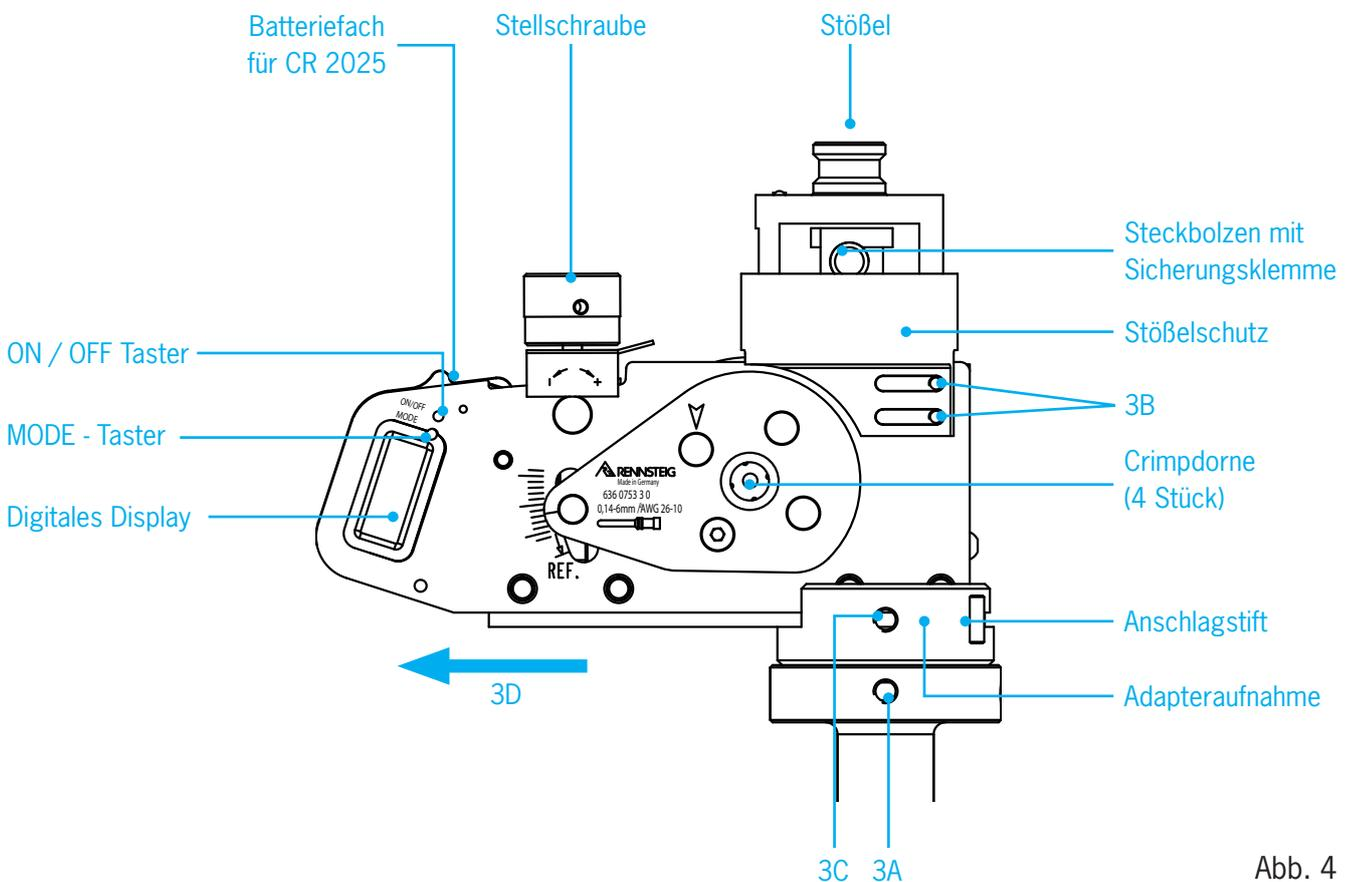

Abb. 4
- Über Stellschraube (**Abb. 4**) größte Crimptiefe (8.76: 3,10 mm; 8.75: 2,70 mm; 8.73 / 8.72: 2,20 mm) an der Crimpeinheit einstellen (Ablese am Display).
- Sicherungsklemme lösen und Steckbolzen (**Abb. 4**) aus dem Stößel heraus schrauben und entnehmen.
- Adapteraufnahme (**Abb. 4 / 3A**) mit Innensechskantschlüssel SW 2,5 lösen und Vierdorneinheit um 90° nach vorn schwenken (Stellschraube zeigt zum Bediener).
- Stößelschutz mit Innensechskantschraubendreher SW 2,5 (**Abb. 4 / 3B**) beidseitig lösen, er muss sich bewegen lassen.
- Vierdorncrimpeinheit durch Lösen der Klemmschrauben (**Abb. 4 / 3C**) mit Innensechskantschraubendreher SW 2,5 in Pfeilrichtung (**Abb. 4 / 3D**) aus der Adapteraufnahme heraus ziehen.
Vierdorncrimpeinheit immer bis zum Anschlagstift (Abb. 4**) einschieben und fixieren.**
- Lehdornmaß (2 mm) mit Stellschraube (**Abb. 4**) einstellen, dabei ist zu beachten, dass das einzustellende Crimpmaß immer von einem größeren Wert aus erfolgen muss, z.B. von 2,2 mm auf Crimpmaß 2,0 mm zustellen, bzw. 1,2 mm auf 1 mm, Wert am Display ablesen.
- Die Zustellung der Crimpdorntiefe durch Drehen der Stellschraube solange verändern bis der erforderliche Wert im Display erscheint (**Abb. 4**)
- Vierdorncrimpeinheit nach Arbeitsbedingung ausrichten; dazu Adaptersaufnahme (**Abb. 4 / 3A**) mit Innensechskantschlüssel SW 3 lösen, die Einheit in die gewünschte Position drehen und anschließend wieder fixieren.